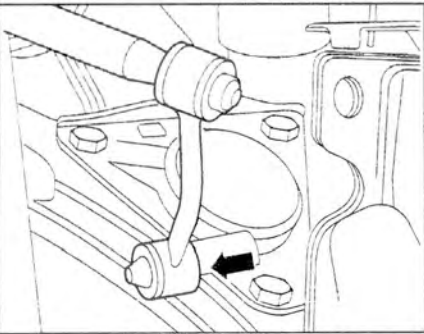

Рис. 6.2. Отсоедините рычаг стабилизатора поперечной устойчивости от опорной плиты пружины.
1. Отсоедините рычаг стабилизатора поперечной устойчивости от опорной плиты пружины (рис. 6.2).